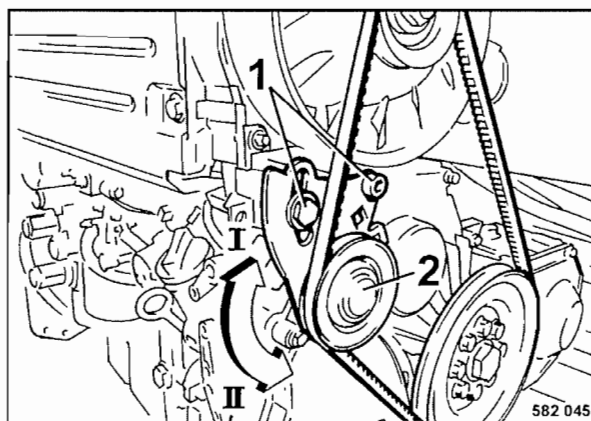

Fig. 78
- Soltar ligeramente el tornillo de fijación 1 (Fig. 78).